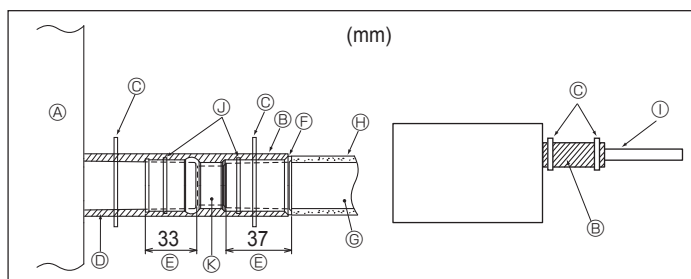

Fig. 3-5
1. Collegare il manicotto di drenaggio (fornito con l'unità) all'apertura di drenaggio. (Fig. 3-5) (Attaccare il tubo con adesivo PVC e fissarlo quindi con un nastro.)
[Fig. 3-5]